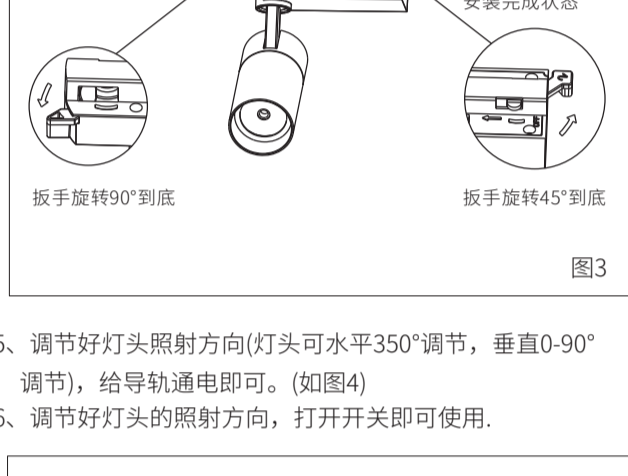

图3
- 4、装入轨道后将接收器扳手如图所示旋转90° (如图3);